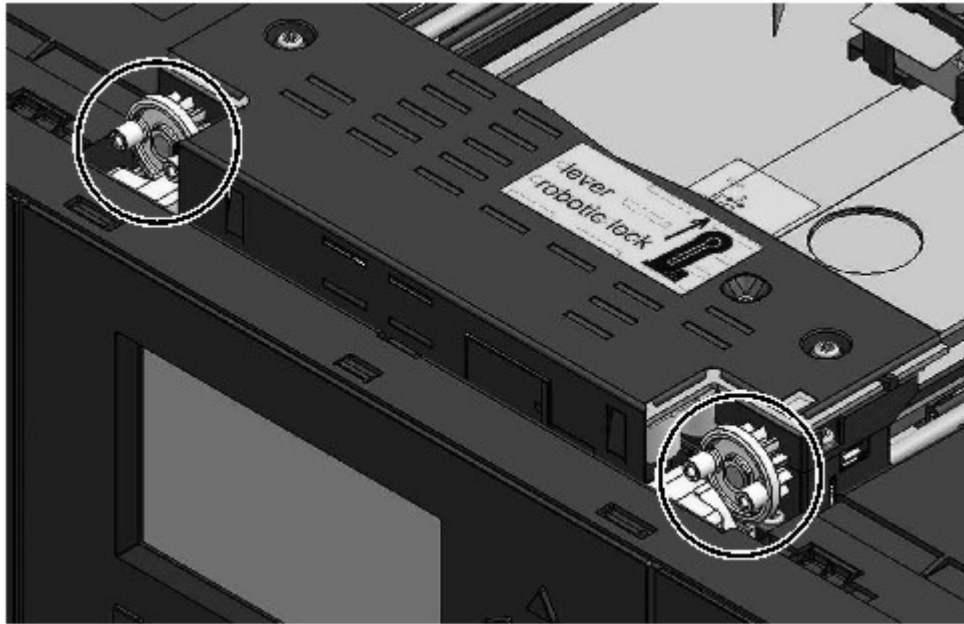

Figure 76. Les broches sont alignées horizontalement
1. Chaque angle du manipulateur est doté d'un engrenage comportant deux broches saillantes. Faites pivoter l'un des engrenages du manipulateur afin que les deux broches soient alignées horizontalement. Voir Figure 76 on page 131